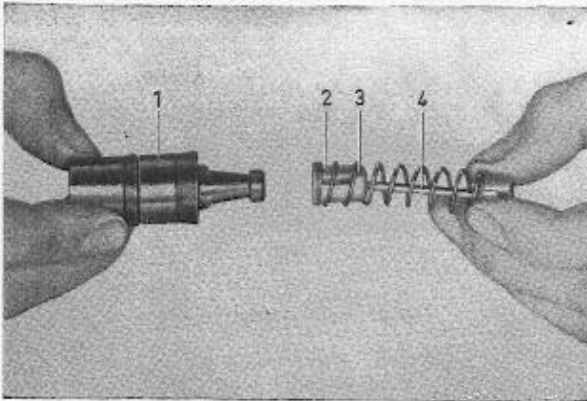

Abb. 43 Zusammenbau des Kolbens
3. Feder und Federhalter (3, Abb. 43) auf die Ventilstange (4) aufziehen. Diese mit dem Kolben zusammensetzen, siehe Abb. 43. Danach Sicherungsrings (2) nach unten auf den Federhalter drücken, so daß die Teile sich nicht lösen können.